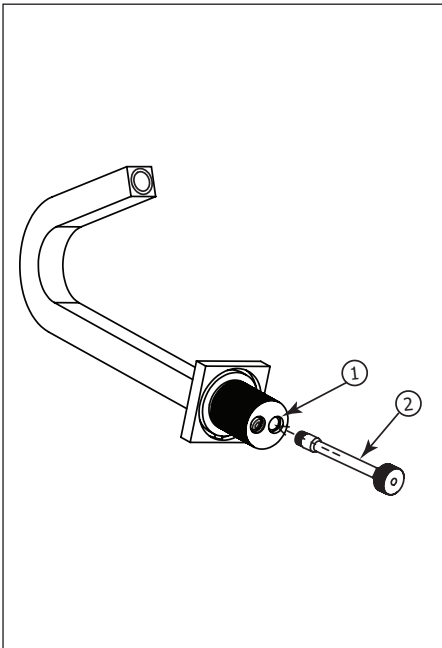

Fig.1
Screw the inlet extension (2) to the water inlet (1) of the spout as shown (Fig.1). DO NOT OVERTIGHTEN.
Visser la tige d'extension (2) à l'entrée d'eau (1) du bec tel qu'illustré (Fig.1). NE PAS TROP SERRER.